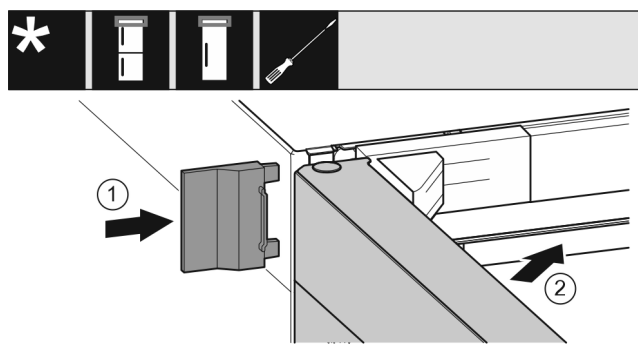

Fig. 19
- ▶ Spingere la copertura esterna. Fig. 19 (1)
- ▶ Chiudere la porta superiore. Fig. 19 (2)